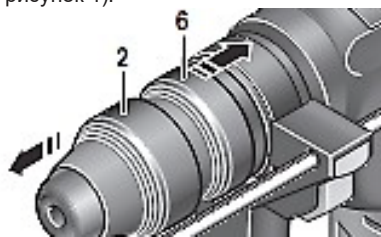

Рисунок 2
3.5 Для зняття патрона (2) відтягніть DFR-кільце (6) назад, притримайте його в цьому положенні та витягніть раніше встановлений змінний патрон (SDS-Plus або свердильний патрон) вперед з гнізда (дивіться рисунок 2).